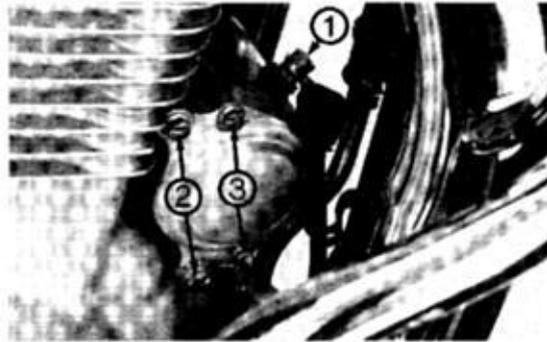

Bild 51a
- Plus-Kabel ① Bild 51a von Starter trennen, zwei Befestigungsschrauben ② SW 8 herausdrehen und Starter abnehmen.
- Zwei Gehäuseschrauben ③ ausdrehen, Rück- und Frontdeckel abnehmen.